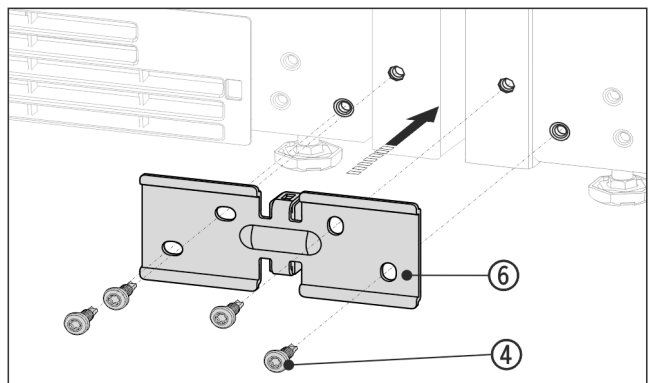

Fig. 15 Piemēra attēlojums
- ▶ Iebīdīet leņķi Fig. 15 (6) ar spraisli starp ierīcēm un valīgi pieskrūvējiet ar 4 skrūvēm Fig. 15 (4).